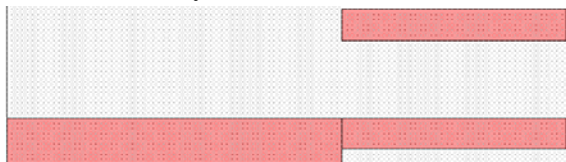

Рис. 6.102
6. Щёлкните левой кнопкой мышки по значку **Copy** и затем по значку **Paste** на панели инструментов. Скопированный проводник подключите к нижнему входному проводнику так, чтобы верхние границы совпадали, как показано на рис. 6.102.